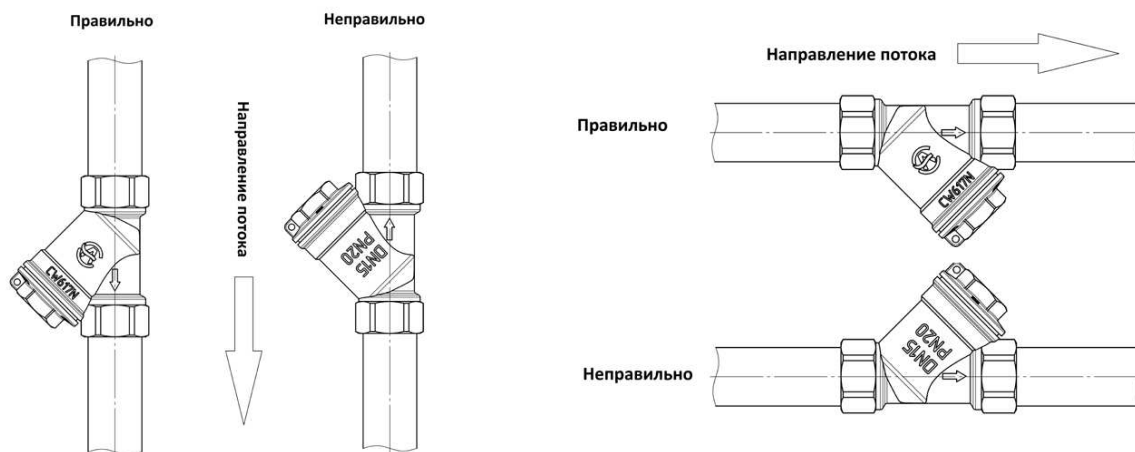

Рисунок 4– Схема установки сетчатого фильтра
9.3. Фильтры возможно устанавливать на произвольных участках трубопроводов, пробкой вниз, с соблюдением направления указателя движения транспортируемой среды (стрелка на корпусе фильтра). При направлении потока среды снизу вверх необходимо предусмотреть горизонтальный участок трубопровода для установки фильтра, см.Рисунок 4.